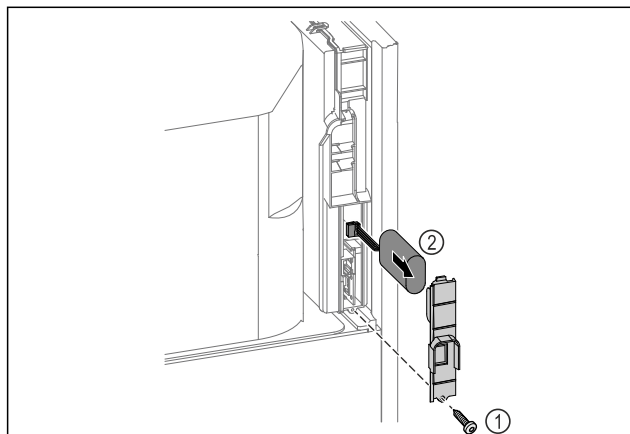

Fig. 222
- Svitare la vite e rimuovere la copertura sul retro dell'apparecchiatura Fig. 222 (1).
- Scollegare e rimuovere la batteria Fig. 222 (2).